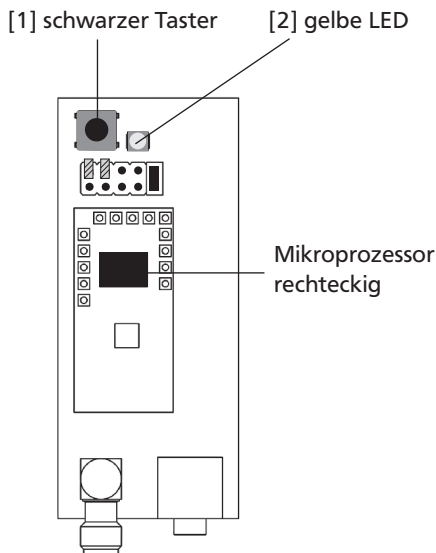

Abb. 5: Platine Version 1 - Mikroprozessor rechteckig, Befestigungsbeine oben/unten.
**Bitte beachten:** Es gibt zwei Platinenversionen für die Funkfernbedienung V5 (siehe Abb. 5 und 6). Der Löschvorgang unterscheidet sich bei den Versionen wie nachfolgend beschrieben.
### – Platine mit rechteckigem Mikroprozessor (Abb. 5):